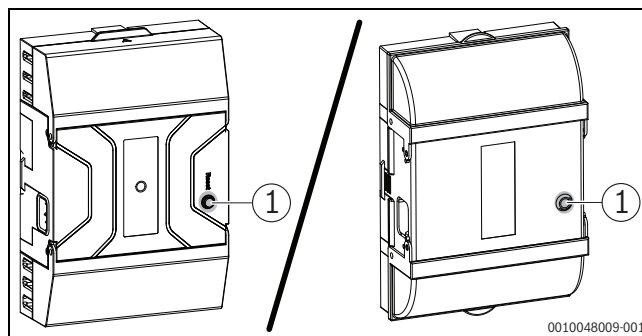

Bild 78 Störungen am Feuerungsautomat zurücksetzen
- Taste „Entstören“ am Feuerungsautomat mindestens 5 sec drücken (→ Bild 78).